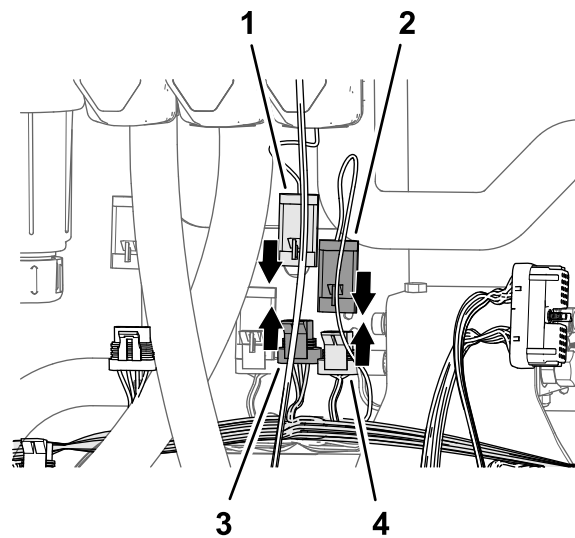

Figura 88
2. Ligue o conector de três pinos da secção de cablagem de 89 cm do kit rotulado VÁLVULA PRINCIPAL (master valve) ao conector de três tomadas da cablagem da máquina rotulado VÁLVULA DO PULVERIZADOR PRINCIPAL (master spray valve) (Figura 88).
cablagem do kit rotulada VÁLVULA PRINCIPAL (master valve) (Figura 88).